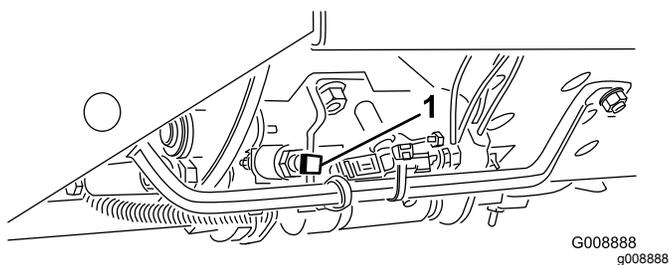

Рисунок 32
**Внимание:** Скорость скашивания устанавливается на заводе-изготовителе и составляет 9,7 км/ч. Ее можно увеличить или уменьшить, отрегулировав стопорный винт скорости (Рисунок 32).